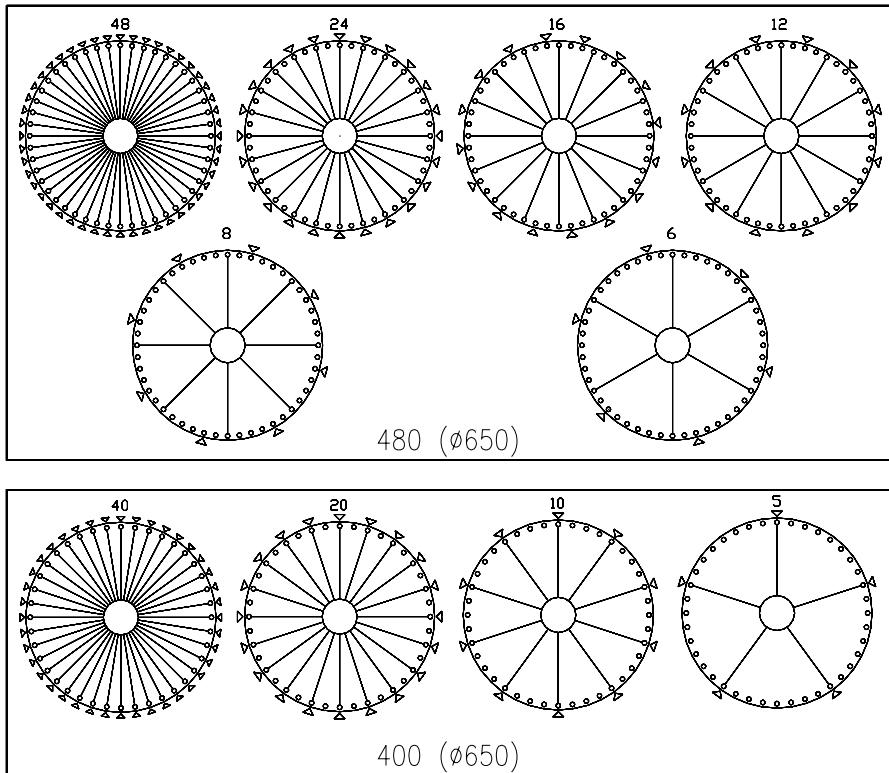

FIG. 7
Los discos de selección suministrados en el distribuidor, tienen los compartimentos preajustables como se muestra en FIG. 6 - FIG. 7. Tal vez sea necesario cambiar las dimensiones de los compartimentos para alojar diferentes tipos de productos. Se puede variar el número de los compartimentos, quitando o agregando los tabiques divisorios. El número de los espacios por cada disco podrá ser de: 6,8,12,16,24,48 - 5,10,20,40. Cuando se modifica el número de los espacios, es necesario desplazar también las planchas corredizas ubicadas sobre la plantilla cubre-discos FIG. 5. Es necesario, además, agregar o quitar las tapitas que bloquean los pistoncitos, de acuerdo al ancho del compartimento. A continuación se describen los dos procedimientos posibles para sustituir los tabiques.
- 8) Poner los tapitas en todos los orificios que se deben cerrar, como se muestra en la FIG. 7.